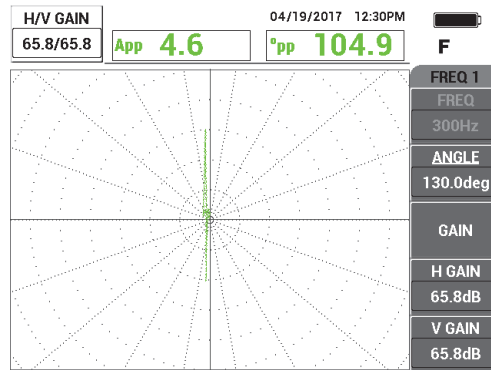

Abbildung 5-228 Einstellen der Verstärkung
4. Drücken Sie die Direktzugriffstaste **GAIN (dB)** und erhöhen Sie die Verstärkung, bis das Lochsignal über 6 vertikale Skalenteile hoch reicht (siehe Abbildung 5-228 auf Seite 308).